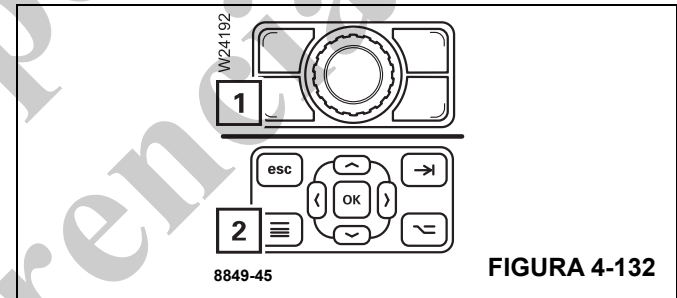

FIGURA 4-132
- Para ello, abra el menú principal y presione una vez el botón (1), (Figura 4-132) o (2), (Figura 4-132).